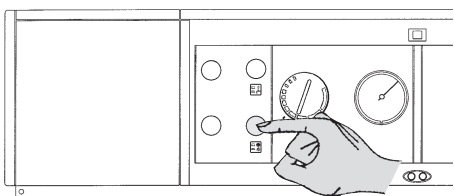

Fig. 4.3
- posizionare il Deviatore estate-inverno a seconda della stagione (Fig. 4.3)